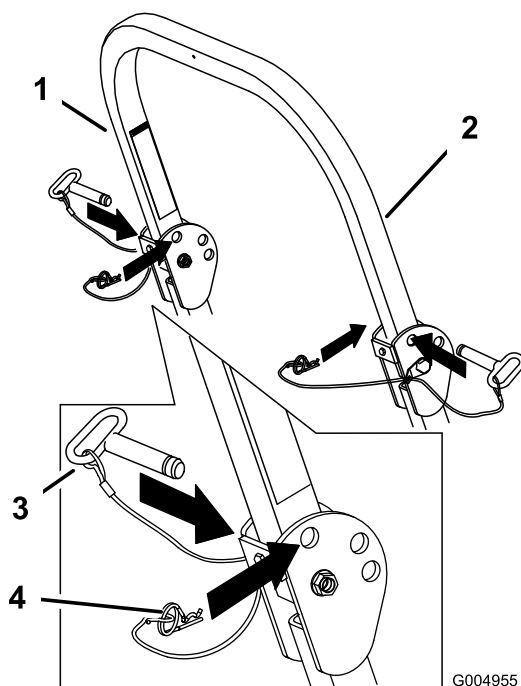

Figure 8
1. Retirez les goupilles fendues puis les deux axes (Figure 8).
3. Posez les deux axes et fixez-les avec les goupilles fendues (Figure 8).
4. Pour relever l'arceau de sécurité, retirez les goupilles fendues puis les deux axes (Figure 8).
5. Relevez complètement l'arceau de sécurité puis insérez les deux axes et fixez ces derniers avec les goupilles fendues (Figure 8).